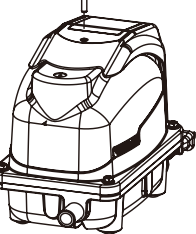

Figura 1
① Desligue a alimentação antes de trabalhar.
② Remova o parafuso de fixação da tampa do filtro. (Figura 1)